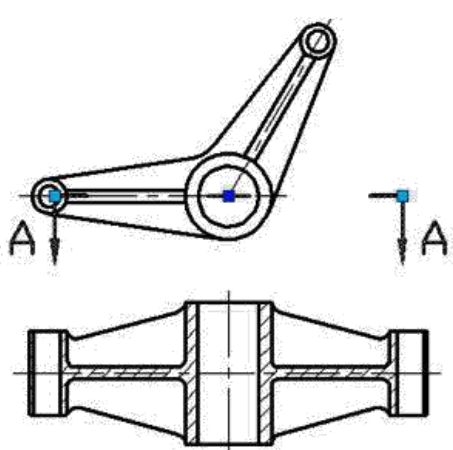

Abb. 4.1
4. Dynamischen Block testen: Öffnen Sie die Zeichnung, die bemaßt werden soll, und fügen Sie den fertiggestellten dynamischen Block ein (Abb. 4.1).